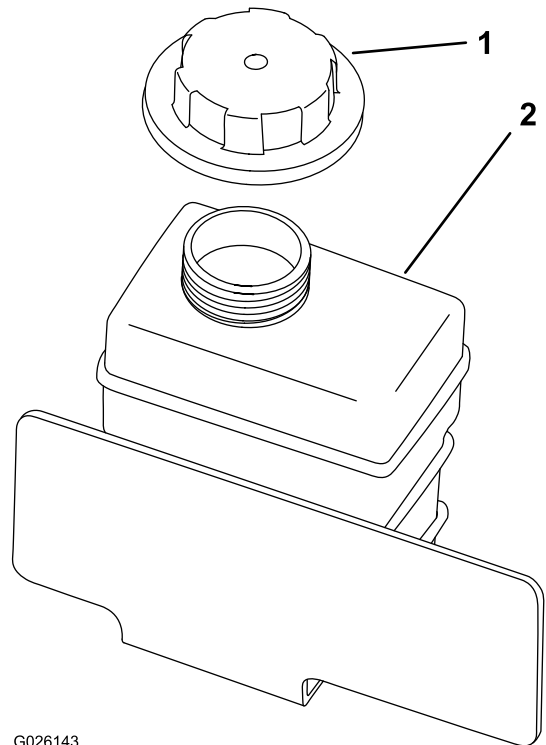

Figura 49
4. Compruebe el nivel de refrigerante del depósito auxiliar (Figura 49).